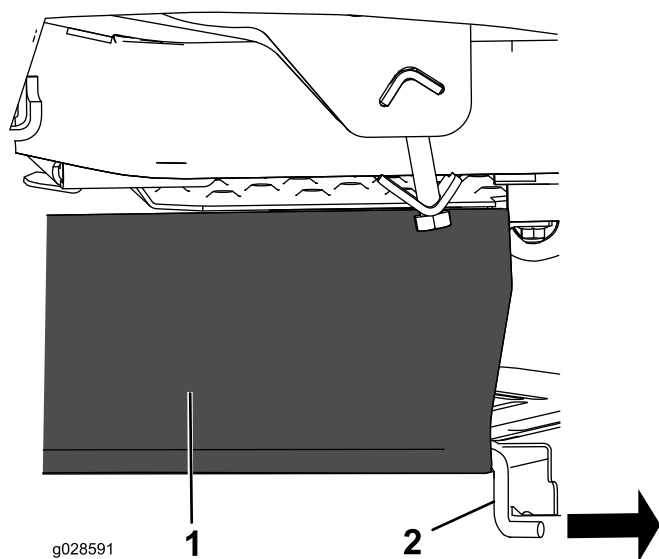

Bild 13
1. Schieben Sie die vorhandene Stützstange aus der Mähwerkabdeckung heraus (Bild 13); bewahren Sie die Stange für später auf, wenn die Maschine ohne Heckfangsystem verwendet wird.